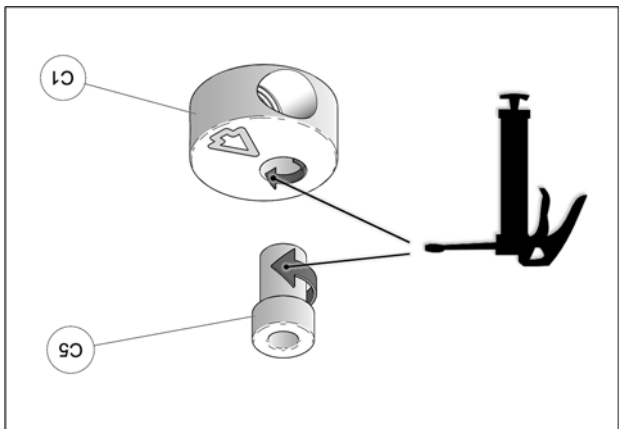

Fig. 19
8. À l'assemblage, les bagues espacesurs (C5) doivent être graissées. Appliquer une couche de graisse uniforme sur toute la circonférence de la bague espaceur et dans le logement du disque en aluminium (C1). Voir la Fig. 19